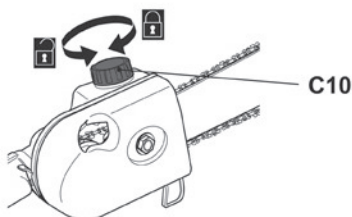

Fig. 21
- > Desenrosque y retire el tapón del depósito de aceite (C10) (Fig. 21) y, a continuación, añada el lubricante adecuado al depósito. Recomendamos el uso de aceite de cadena respetuoso con el medio ambiente, específicamente diseñado para uso con este producto.